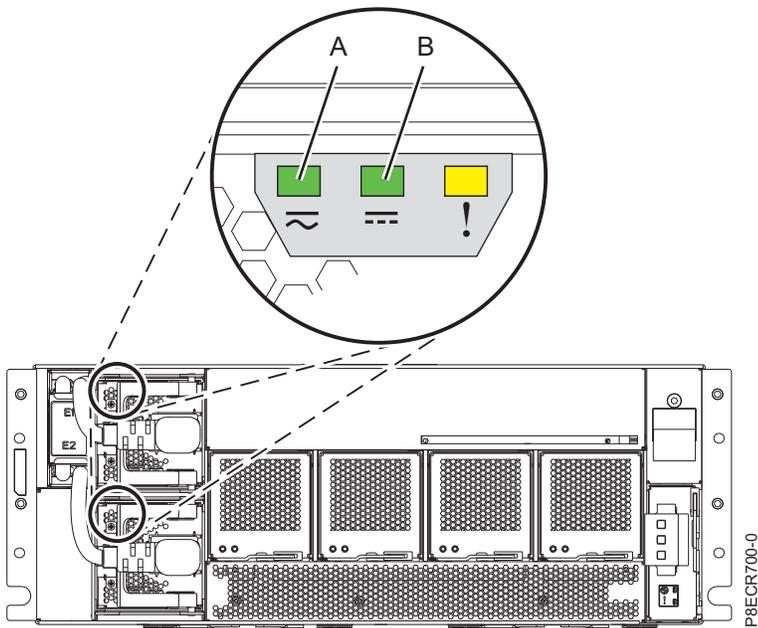

図9. 電源装置 LED の点灯の確認
2. 電源装置の AC 入力 LED (A) が点灯していることを確認します。10 ページの図 9 を参照してください。